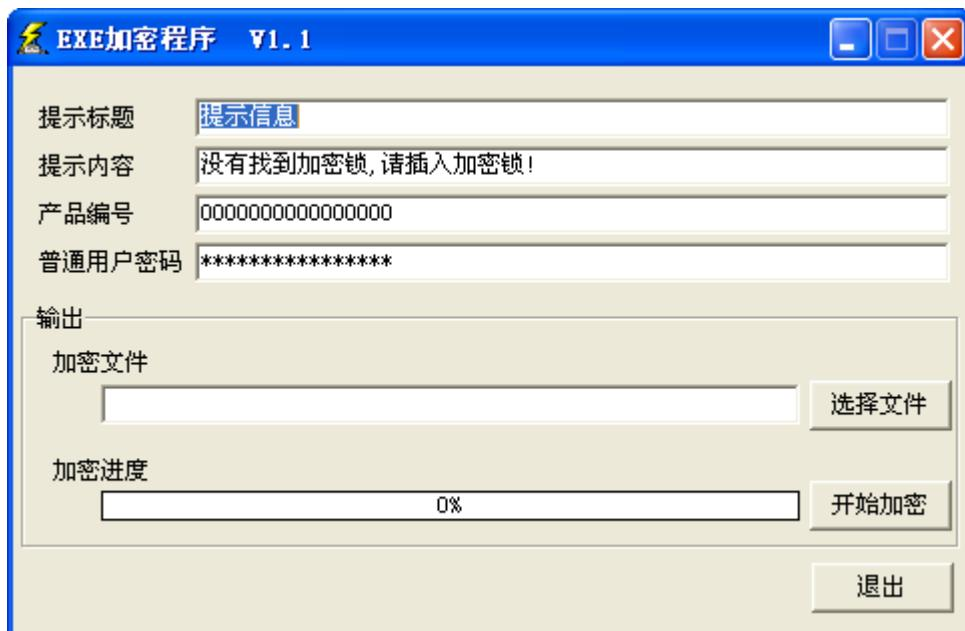

图 7.5 NTShell 主界面
3. 双击“D:\NT112 EXE文件加密\NTShell.exe”文件，将会弹出如图7.5所示的对话框(NTShell的主界面)。